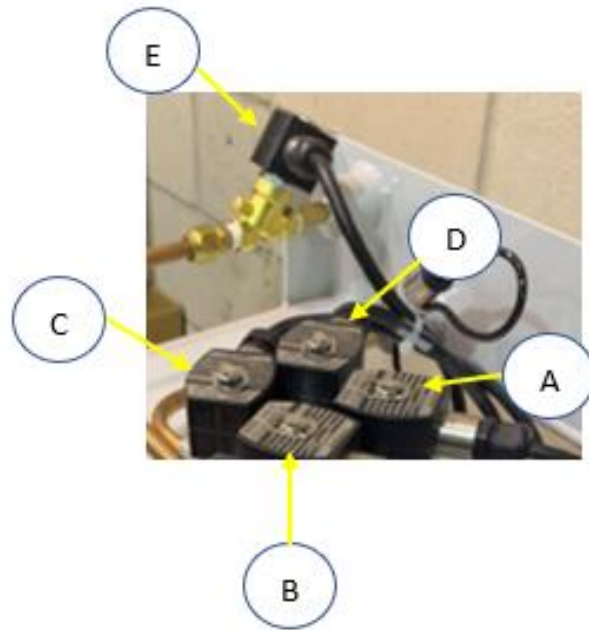

Figura 9-17: Válvulas del colector
1. Retire los solenoides A, B, C y D en el colector de las cuatro válvulas de control. No retire el solenoide E. **Vea la Figura 9-17.**